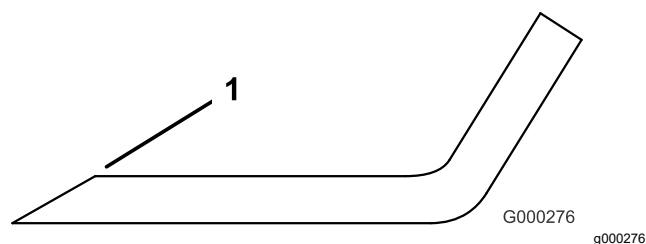

Рисунок 125
3. Проверьте режущие кромки всех ножей и заточите их, если они затупились или имеют зазубрины (Рисунок 125).
Примечание: Чтобы ножи всегда оставались острыми, затачивайте только верхнюю сторону режущей кромки и сохраняйте первоначальный угол заточки (Рисунок 125). Балансировка ножа не нарушается при удалении одинакового количества металла с обеих режущих кромок.